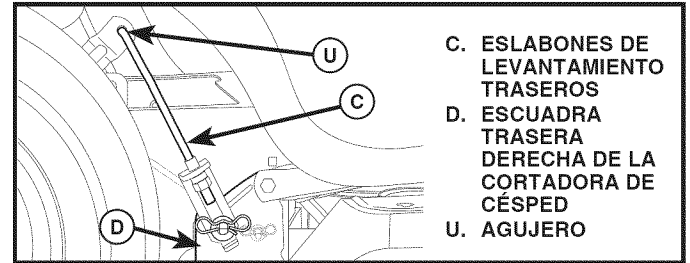

Fig. 13
7. INSTALE LOS ES LABONES DE LEVANTAMIENTO TRASEROS (C) (Vea Fig. 13)
- Inserte el extremo de varilla del eslabón de levantamiento trasero (C) dentro del agujero (U) en el brazo de suspensión del eje de levantamiento del tractor y haga oscilar el eslabón hacia abajo hacia la cortadora de césped.
- Levante la esquina trasera de la cortadora de césped y ubique la ranura en el conjunto de eslabones sobre la chaveta en la escuadra trasera de la cortadora (D); asegure con una arandela grande y un resorte de retención grande.